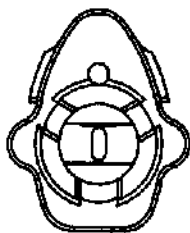

Рис. 4-13: Овальный паз привода держателя лезвия
11. Убедитесь в том, что овальный паз привода держателя двигателя располагается в центре порта двигателя на головке (fig. 4-13).